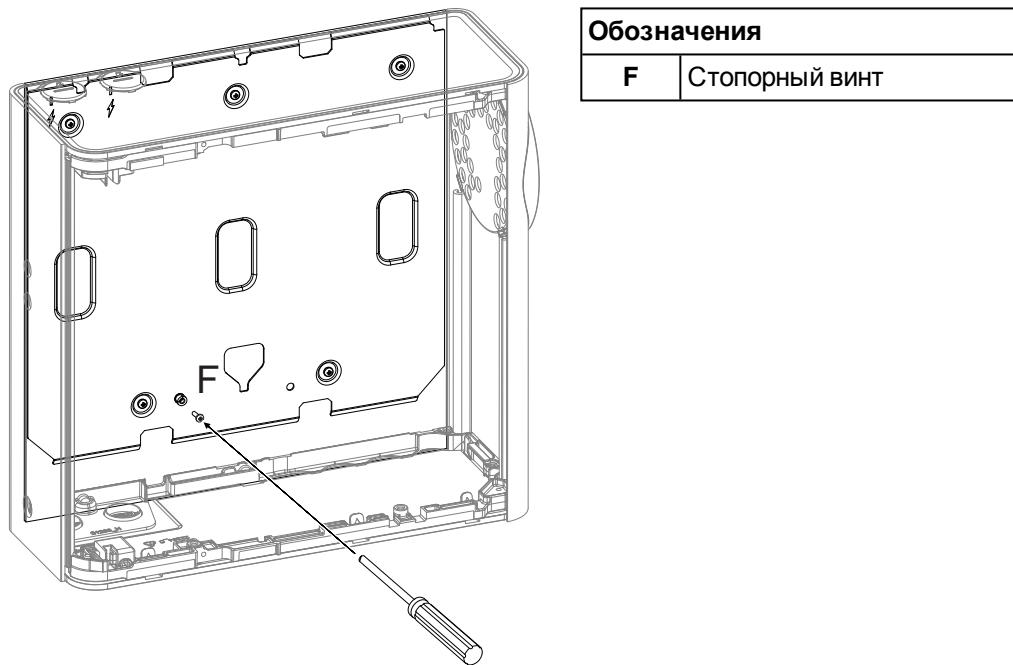

Рис. 4-9: Стопорный винт
5. Откройте дверцу на передней панели извещателя (Рис. 4-9). Дополнительную информацию об открытии дверцы см. в разделе 7.2 на стр. 92.
6. Удалите желтую ленту, закрывающую частично вставленные стопорный винт (F).
7. затяните стопорный винт (F). Он крепит извещатель к монтажному кронштейну.